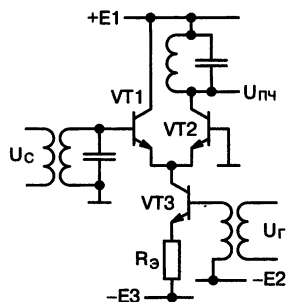

Рис. 6.13.
Простые смесители обладают недостатком: взаимовлиянием между цепями сигнала, гетеродина и промежуточной частоты через междueleктродные емкости. На рис. 6.13 проходные емкости исключены методами, известными по «Шагу 3».
Отметим, что требуемый закон изменения крутизны в структуре рис. 6.13 обеспечивается:
**РАДИОЛЮБИТЕЛЬ:** *Мне кажется, в смеситель по рис. 6.13 можно внести ряд усовершенствований. Скажем, применить полевые транзисторы на месте  $VT1$ ,  $VT2$ , это даст высокое входное сопротивление для сигнала.*
**РАДИОЛЮБИТЕЛЬ:** *А кстати, не лучше бы на рис. 6.13 зашунтировать конденсатором резистор  $R_3$ , чтобы повысить чувствительность по входу гетеродина?*